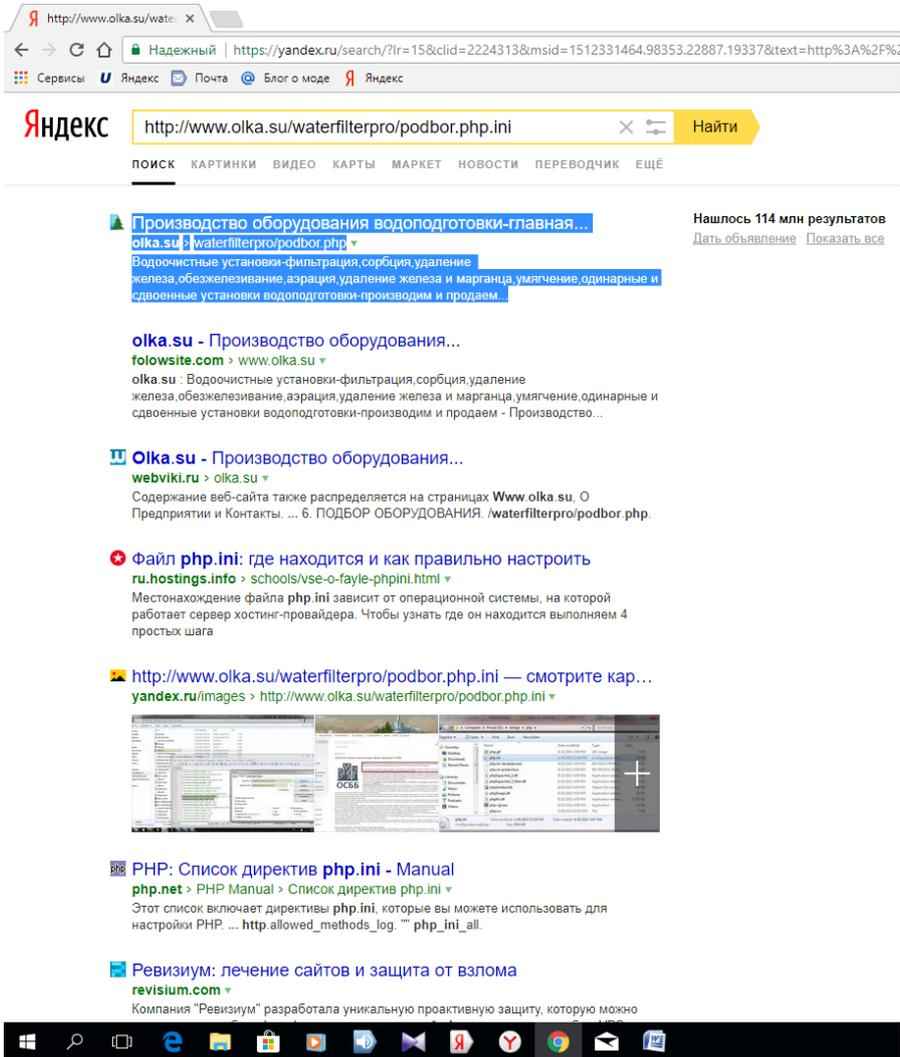

рис. 1
3.1.1 Необходимо войти на сайт <http://www.olka.su/waterfilterpro/podbor.php> (см. рис. 1)